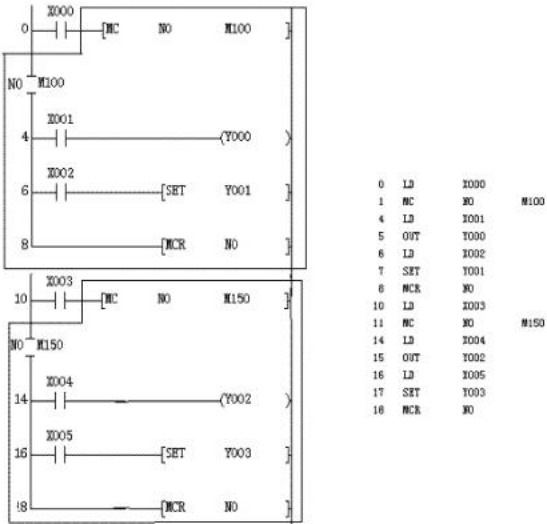

图 3-13 MC、MCR 指令的应用
主控 (MC) 指令后，母线 (LD、LDI 点) 移到主控触点后，MCR 为将其返回原母线的指令。通过更改软件元件地址号 Y、M，可多次使用主控指令，但不同的主控指令不能使用同一软件号，否则就双线圈输出。MC、MCR 指令的应用如图 3-13 的程序示例中，当输入 X0 为接通时，直接执行从 MC 到 MCR 的指令。输入 X0 为断开时，成为如下形式：